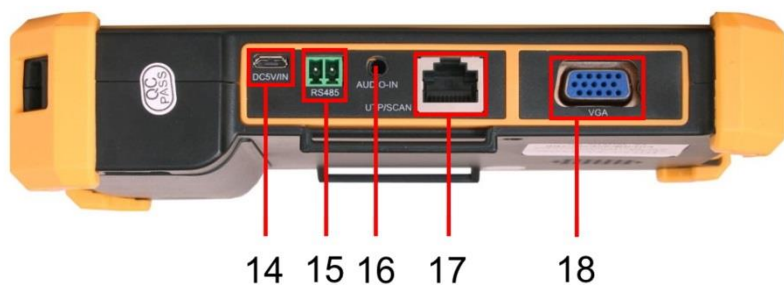
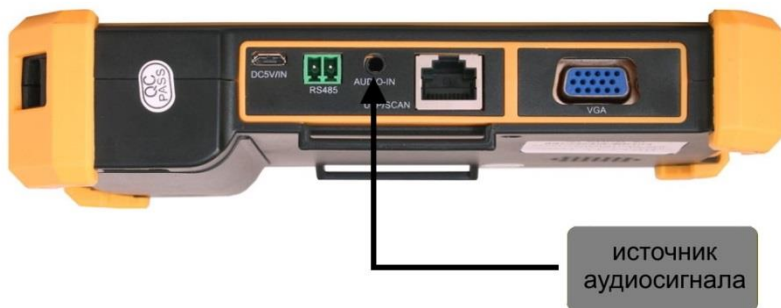

Рис.5 Тестер TSH-H-5, разъемы нижней панели
Рис.19 Подключение источника аудиосигнала к тестеру
При подключении поворотной PTZ видеокмеры дополнительно используется клеммная колодка RS485 (15) Рис. 5 (соответствующий кабель входит в комплект). Остальные подключения видеокмеры к тестеру выполняются аналогично п.5.1.
Подключение устройств с интерфейсом VGA производится к входу с обозначением VGA на нижней панели тестера (18) Рис.5. Тестер в этом режиме работает как монитор.
Данная функция тестера позволяет прослушивать аудиосигнал от внешнего источника. Для включения этой функции достаточно соединить кабелем TRS 3.5 из комплекта поставки разъем AUDIO-IN (16) Рис.5 и источник сигнала (Рис.19).